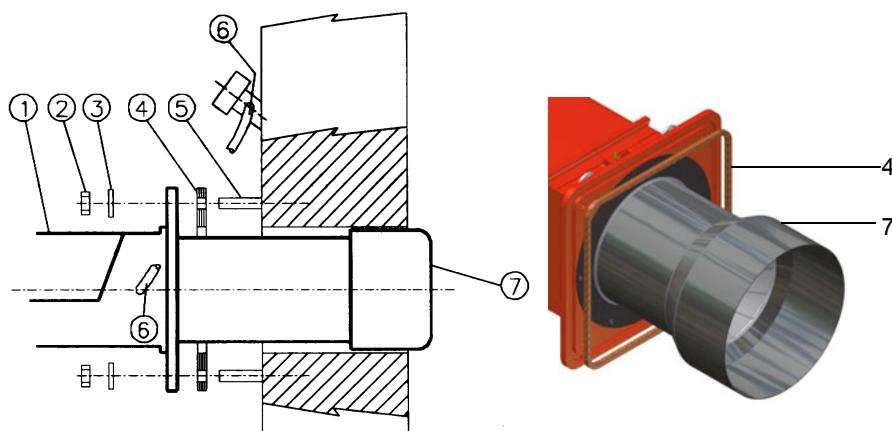

Fig. 3
- 2 avvitare i prigionieri (5) sul portellone della caldaia, secondo la dima di foratura descritta al par. "Dimensioni di ingombro";
- 8 fissarlo con i dadi ai prigionieri della caldaia secondo lo schema riportato in Fig. 3.